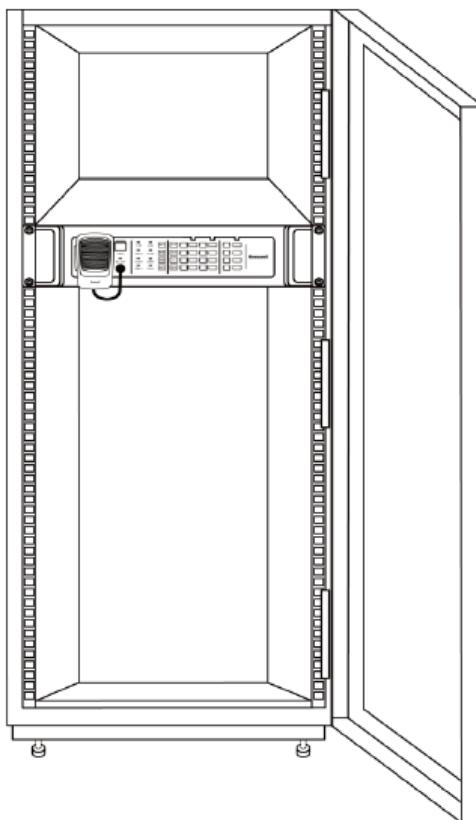

Figura 12 Diagrama esquemático de la instalación del ZS-2000M en el gabinete
- Ponga el aparato ZS-2000M en el gabinete y apriete los tornillos para asegurar la unidad, como se muestra en la Figura 12.
- Instale el aparato ZS-1500/ZS-2250/ZS-4125 en el gabinete y apriete los tornillos para asegurar la unidad, como se muestra en la Figura 12.